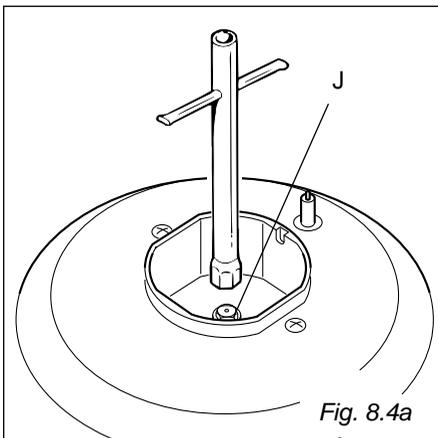

Fig. 8.4a
- Con una llave fija cambie las boquillas "J" (Fig. 8.4a - 8.4b) con los inyectores relativos al gas que se utilice.